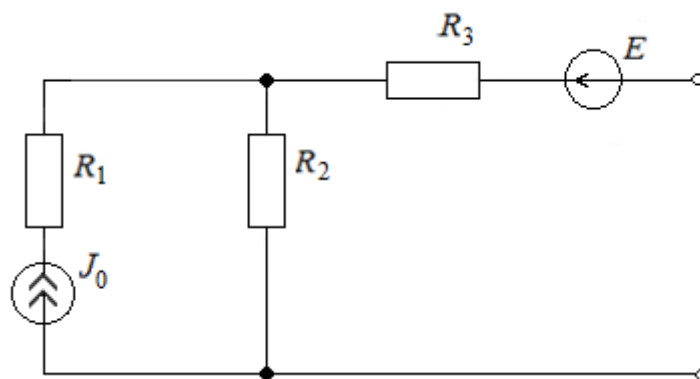

Рис. 139
72. Определить внутреннее сопротивление R_{Γ} и ЭДС E_{Γ} эквивалентного генератора заданной цепи (рис. 139), если $E = 10$ В; $J_0 = 2$ А; $R_1 = 12$ Ом; $R_2 = 25$ Ом; $R_3 = 10$ Ом.